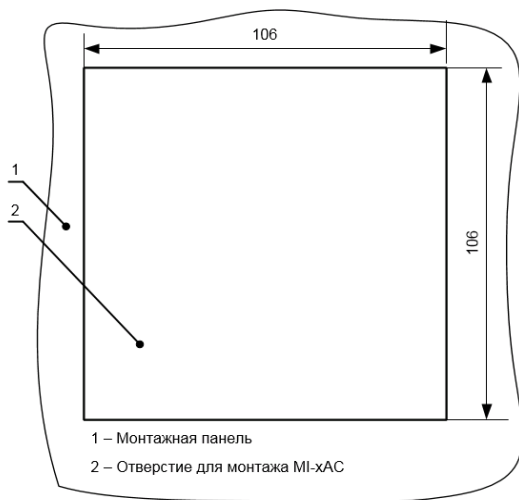

Рис. 4.8. Монтажное отверстие для счетчика SM-xAC
- подготовить в панели монтажное отверстие (рис. 4.8);